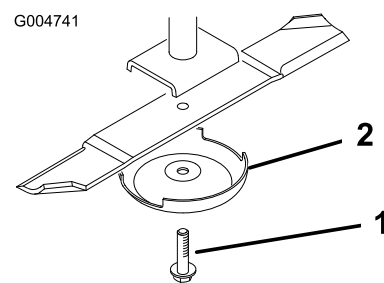

Рисунок 86
3. Снимите болт ножа, защитный колпак и нож с вала шпинделя (Рисунок 86).